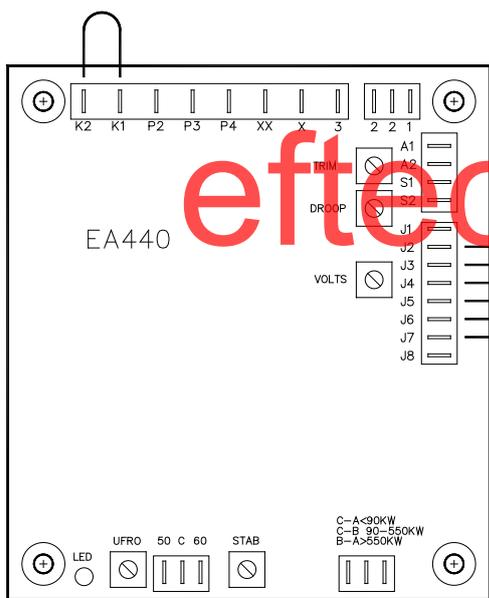
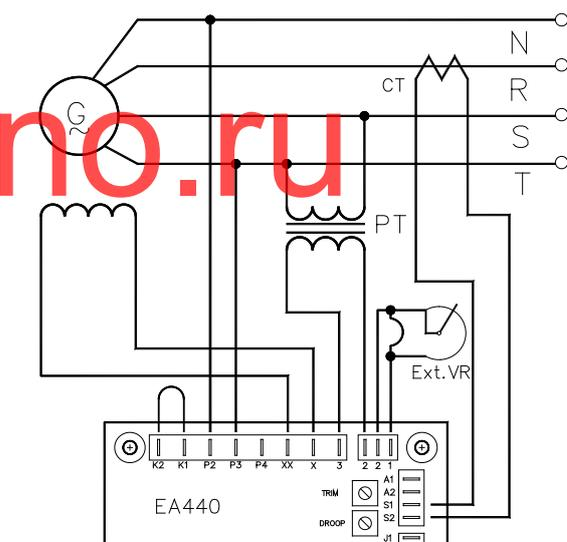

Рис. 2 Схема переключек
Рис. 3 Схема подключения
9. J1~J8: Клеммы перепадов 2-3, 4-5, 6-7. Пожалуйста, обратитесь к рис. 2 и рис. 3.
1. Если необходимо задействовать регулятор параллельно с общей шиной, следует подключить трансформатор тока (СТ) 10ВА (См. Рис. 3). Трансформатор подсоединяется к производящей линии генератора и преобразовывает одноамперный ток вторичной обмотки трансформатора на заданную нагрузку.
1. Подсоедините трансформатор тока СТ к регулятору как показано на Рис. 3.
|                              | Нарушение в подключении проводки        | Пожалуйста, см. Рис. 2  |
|                              | Отсутствие напряжения на клеммах 3&2    | Пожалуйста, смотрите рис. 2                                     |